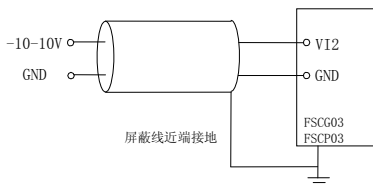

图 2-31 VI2 端子模拟信号输入接线示意图
2.12.2 VI2 端子模拟信号输入接线示意图如图 2-31 所示。